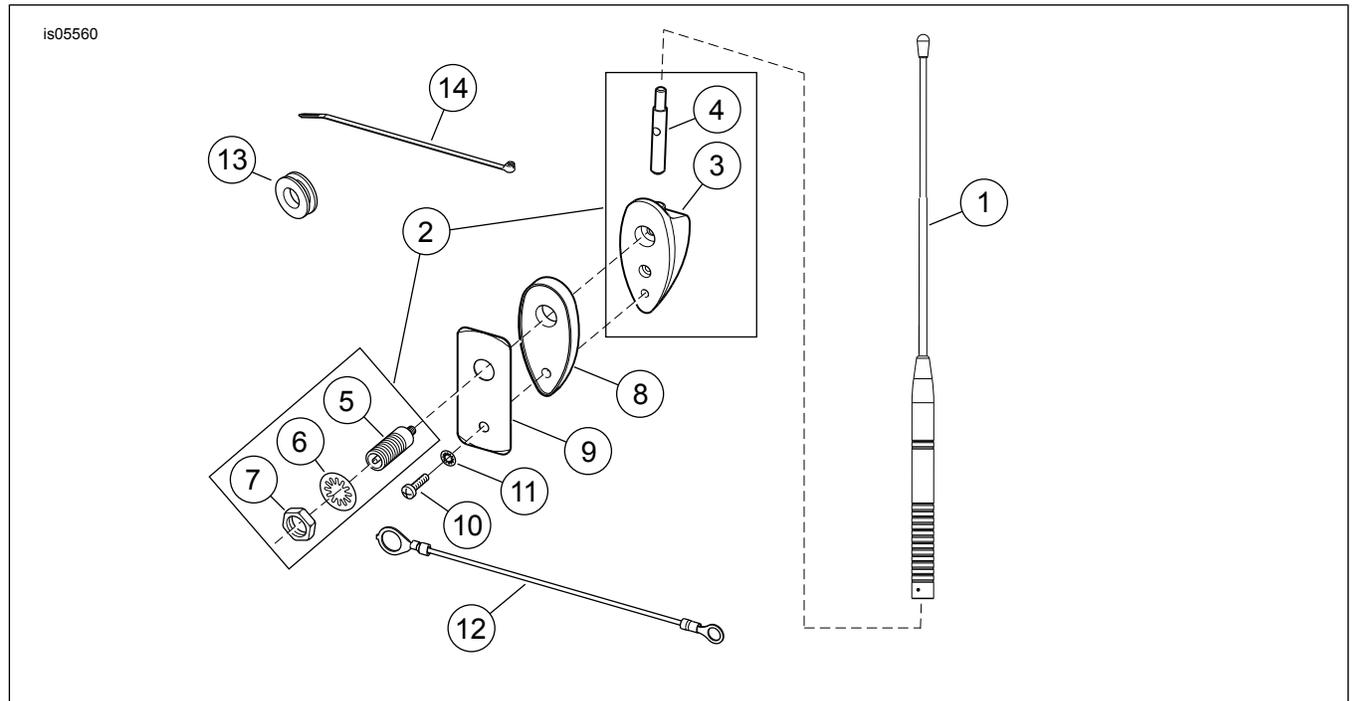

Figure 4. Pièces détachées : Antenne AM/FM montée sur coffre Tour-Pak
Voir Figure 4 et Tableau 1.
1. Voir Figure 4. Prendre l'ensemble de base d'antenne (2) du kit. Retirer l'écrou hexagonal (7) et la rondelle-frein à dents intérieure (6) de l'ensemble de bouchon (5) sur la base.
2. Monter le joint de base (8) sur la base d'antenne.
3. Avec le goujon de mât d'antenne (1) orienté vers le **haut**, placer l'ensemble de la base sur les trous percés précédemment dans la paroi arrière extérieure du coffre Tour-Pak. S'assurer que l'ensemble de bouchon (5) traverse le gros trou (de dessus).
4. Mettre la plaque de renforcement d'antenne (9) en position à l'intérieur du coffre Tour-Pak. Prendre le câble de masse (12) du kit et placer la grande borne circulaire sur l'ensemble de bouchon. Utiliser l'écrou hexagonal (7) et la rondelle-frein (6) pour attacher le câble de masse à l'ensemble de bouchon, mais ne pas serrer complètement pour le moment.
6. Installer la vis TORX® (10) et la petite rondelle-frein (11) dans le petit trou (du bas) de la plaque de renforcement d'antenne dans la base de l'antenne. Bien serrer la vis. Bien serrer l'écrou hexagonal.
7. Visser l'ensemble du mât d'antenne (1) sur l'adaptateur de la base d'antenne.